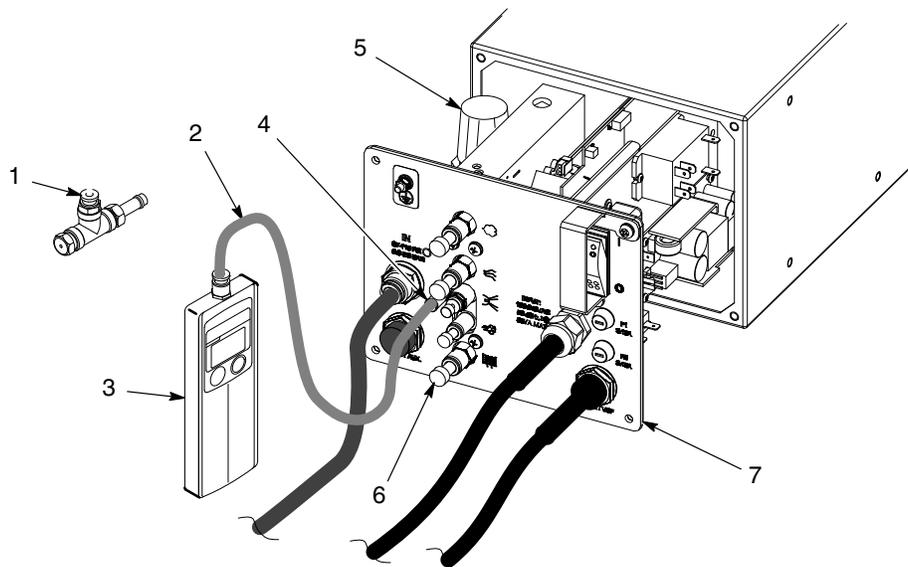

Figura 6-12 Ajuste del regulador
1. Ver la figura 6-12. Alejar el subpanel (7) lo suficiente de la cabina de la unidad de tensión para acceder al regulador.
2. Desconectar el tubo de limpieza de aire de electrodos de 4 mm de la unidad de tensión. Desconectar el flujo, el aire de atomización, purga y fluidificación y enchufar los racores con los orificios ciegos de 8 mm y 6 mm (6).
3. Desconectar el tubo de aire del manómetro de 4 mm (2) del conjunto de orificio (1) y enchufar el tubo al racor de limpieza de aire de electrodo (4).
6. Sacar el botón del regulador (5) y ajustarlo a ligeramente más de 85 psi (5,86 bar). La lectura del manómetro puede superar ocasionalmente este valor, pero nunca debe disminuir de 85.